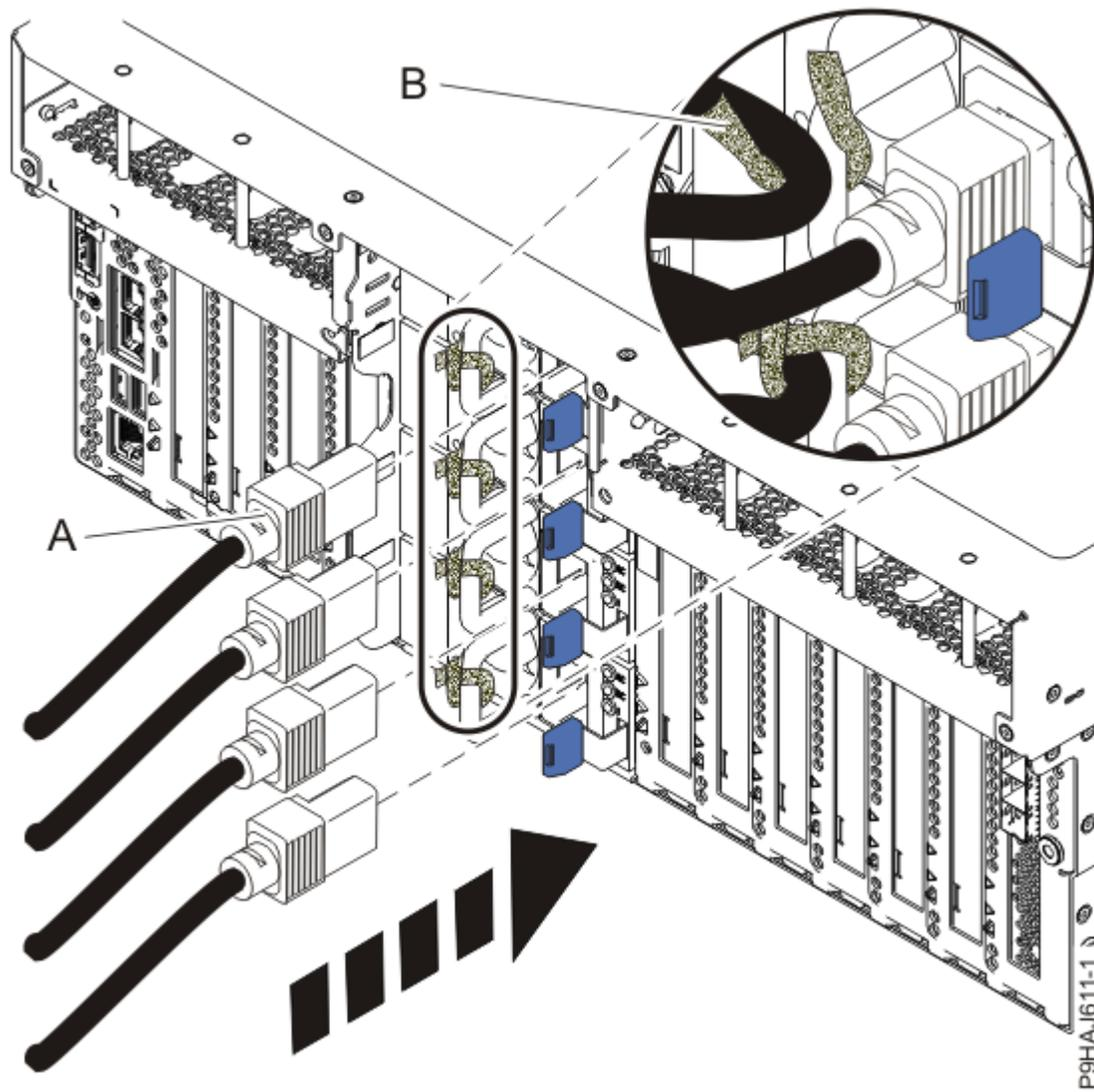
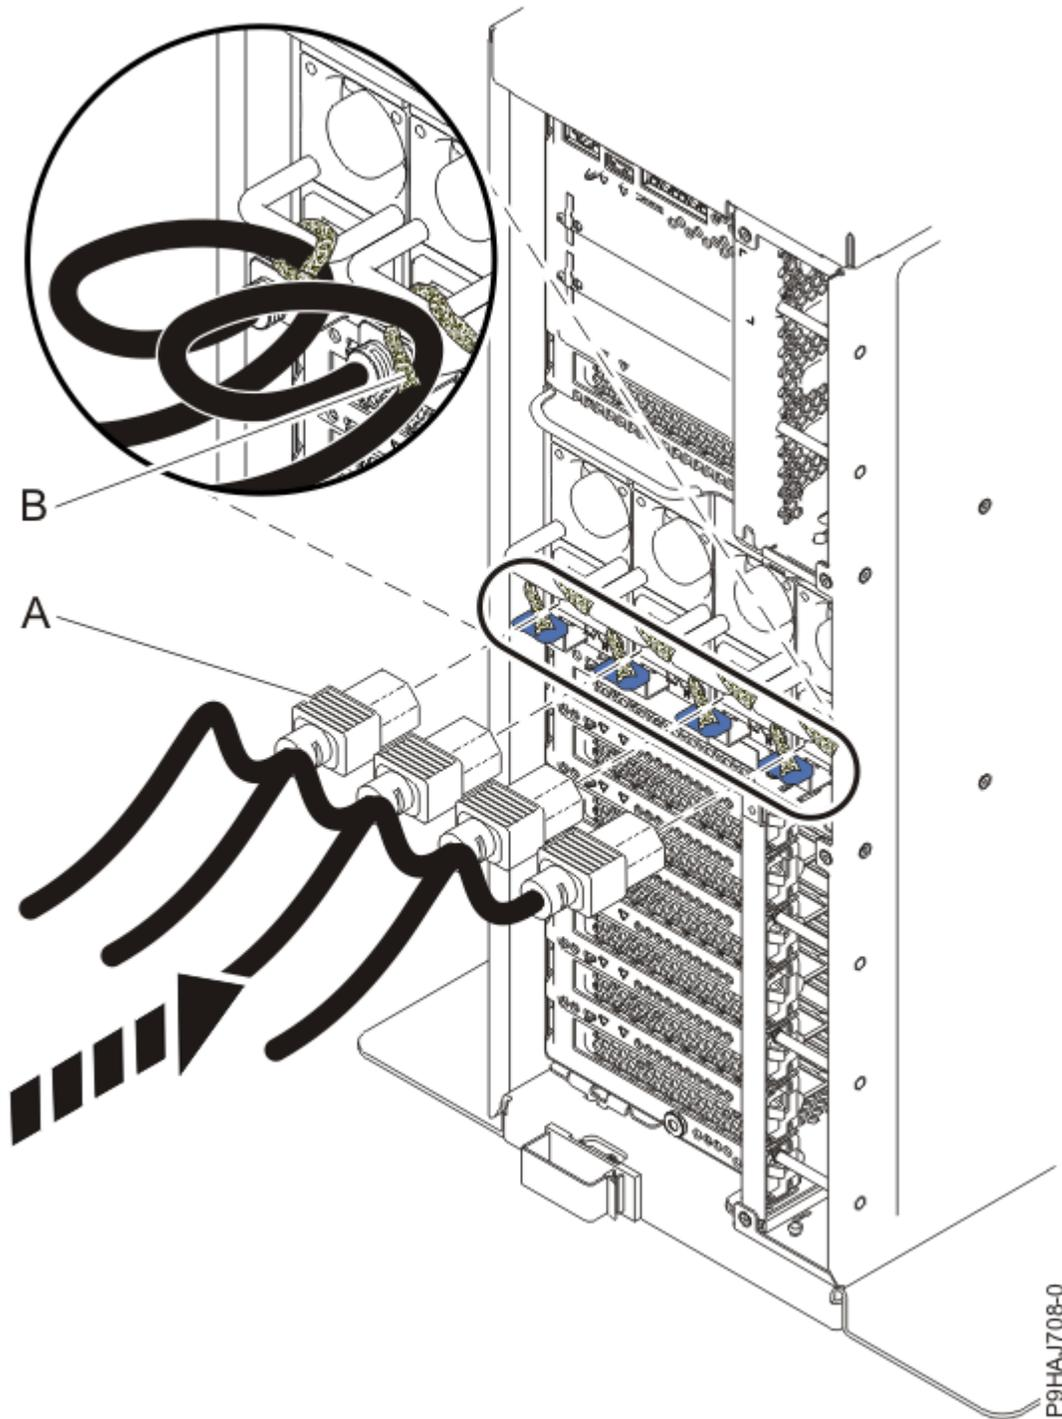

Figura 36. Conexión de los cables de alimentación a un sistema montado en bastidor
Figura 37. Conexión de los cables de alimentación a un sistema autónomo
2. Utilizando las etiquetas, vuelva a conectar los cables de alimentación (**A**) a la unidad del sistema. Sujete los cables de alimentación (**A**) al sistema utilizando el mecanismo de sujeción (**B**) tal como se muestra en la Figura 36 en la página 62 o Figura 37 en la página 63.